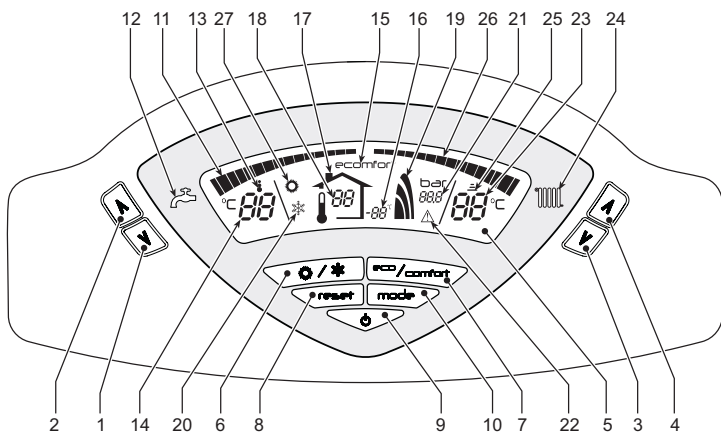
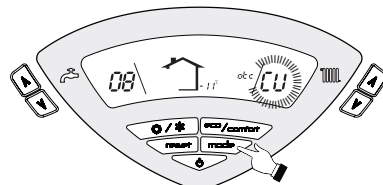

fig. 1 - Panoul de control
fig. 11 - Curba de compensare
Cererea de încălzire (generată de Termostatul de cameră sau de Cronocomanda la distanță) este indicată de clipirea intermitentă a simbolului **Funcționare Încălzire** (det. 25 - fig. 1).
Liniile gradate pentru încălzire (det. 26 - fig. 1) se aprind pe măsură ce temperatura senzorului de încălzire atinge valoarea setată.
Cererea de apă caldă menajeră (generată de deschiderea robinetului de apă caldă menajeră) este indicată de clipirea intermitentă a simbolului **Funcționare Apă caldă menajeră** (det. 13 - fig. 1). Controlați să fie activată funcția Comfort (det. 15 - fig. 1)
Liniile gradate pentru apă caldă menajeră (det. 11 - fig. 1) se aprind pe măsură ce temperatura senzorului pentru apa caldă menajeră atinge valoarea setată.
Când încălzirea boilerului este activată (setarea implicită), pe afișaj e activ simbolul COMFORT (det. 15 - fig. 1), iar când este dezactivată, pe afișaj e activ simbolul ECO (det. 15 - fig. 1)
Boilerul poate fi dezactivat de către utilizator (modul ECO) apăsând pe tasta eco/comfort (det. 7 - fig. 1). Pentru a activa modul COMFORT apăsați din nou pe tasta **eco/comfort** (det. 7 - fig. 1).
Apăsați pe tasta **on/off** (det. 9 - fig. 1) timp de 1 secundă.
Pentru a porni din nou centrala, apăsați din nou pe tasta **on/off** (det. 9 fig. 1) timp de 1 secundă.
- Apăsați pe tasta ON/OFF (9 - fig. 1)
Apăsați pe tasta **Vară/Iarnă** (det. 6 - fig. 1) timp de 1 secundă.
Pe afișaj se activează simbolul Vară (det. 27 - fig. 1): centrala va prepara numai apă caldă menajeră. Rămâne activ sistemul antiîngheț.
Pentru a dezactiva modul Vară, apăsați din nou pe tasta **Vară/Iarnă** (det. 6 - fig. 1) timp de 1 secundă.
Acționați asupra **tastelor pentru încălzire** (det. 3 și 4 - fig. 1) pentru a modifica temperatura de la un minim de 30 °C la un maxim de 85 °C.
Cu ajutorul **tastelor pentru apă caldă menajeră** (det. 1 și 2 - fig. 1) modificați temperatura de la un minim de 10 °C la un maxim de 65 °C.
Când e instalată sonda externă (opțional), pe afișajul panoului de comandă (det. 5 - fig. 1) se vede temperatura externă curentă detectată de sondă. Sistemul de reglare al centralei lucrează cu "Temperatură variabilă". În acest mod, temperatura din instalația de încălzire este reglată în funcție de condițiile climatice externe, astfel încât să se garanteze un confort ridicat și economie de energie tot anul. În special când crește temperatura externă se reduce temperatura din turul instalației, în funcție de o anumită "curbă de compensare".
Cu reglarea Temperatură Variabilă, temperatura setată cu ajutorul **tastelor încălzire** (det. 3 și 4 - fig. 1) devine temperatura maximă din turul instalației. Se recomandă să se regleze la valoarea maximă pentru a permite sistemului să regleze total intervalul util de funcționare.
Apăsând o dată pe tasta **Mode** (det. 10 - fig. 1) apare curba de compensare curentă (fig. 11), care poate fi modificată cu ajutorul **tastelor apă caldă menajeră** (det. 1 și 2 - fig. 1).